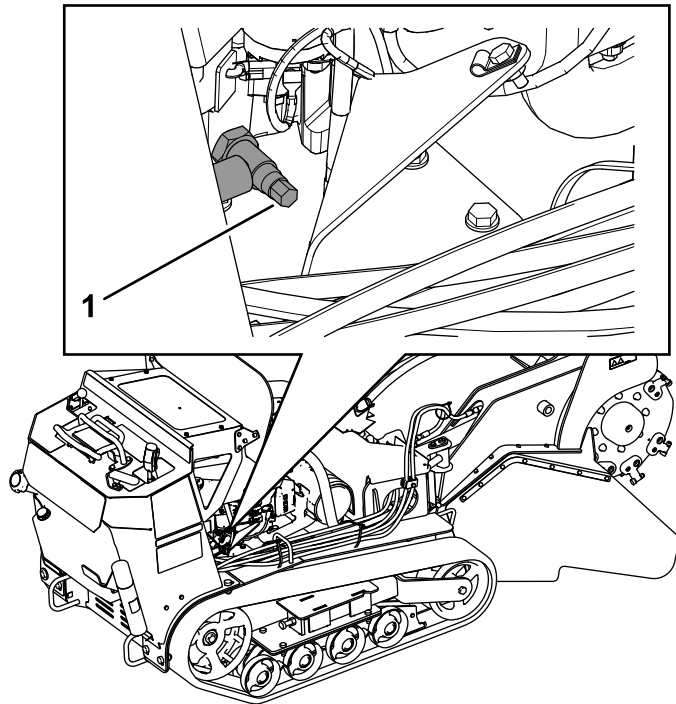
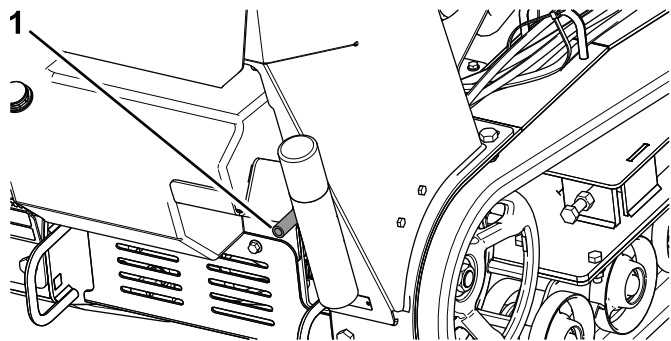

Figura 32
Figura 33
5. Amplasai o tavă sub furtunul de scurgere. Rotii supapa de scurgere a uleiului pentru a permite scurgerea acestuia (Figura 32 i Figura 33).